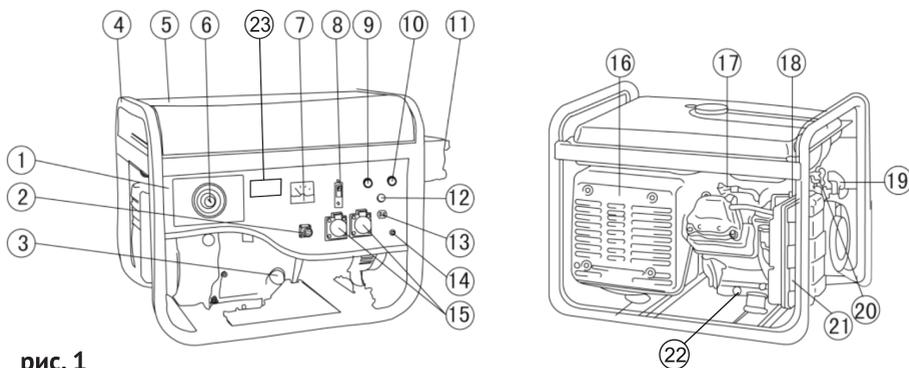

рис. 1
Общий вид генератора схематично представлен на рис. 1
**Рис. 1** (Генератор): **1.** Панель управления генератором. **2.** Разъём для подключения автоматического блока управления. **3.** Щуп - пробка заливного отверстия (масло) **4.** Рама. **5.** Бензобак **6.** Замок зажигания **7.** Вольтметр. **8.** Автоматический выключатель АС **9.** Лампа индикации постоянного тока. **10.** Лампа индикации переменного тока **11.** Аккумуляторная батарея **12.** Автоматический выключатель DC **13.** Выходная розетка постоянного тока **14.** Клемма заземления **15.**
6.2.1 Вывинтить шуп **3** (рис. 1) и залить в картер масло соответствующего типа до нижнего края горловины. Вставить сухой чистый шуп в горловину картера и вынуть его. Проверить уровень масла: граница смоченной области шупа должна располагаться между отметками минимального и максимального уровней.
6.3 Заземление корпуса генератора. При установке генератора следует подключить к резьбовой клемме **14** (рис. 1) проводник заземляющего устройства, удовлетворяющего требованиям раздела “Обеспечение требований безопасности”.
6.5.1 Отключить всех потребителей переменного тока генератора, переведя автоматический выключатель **8** (рис. 1) в отключённое положение, отсоединить потребителей постоянного тока от розетки **13** (рис. 1).
6.5.2 Открыть топливный кран **20** (рис. 1).
6.5.3 Перевести рычаг управления воздушной заслонкой **18** (рис. 1) в крайнее левое положение при пуске холодного двигателя и в промежуточное при пуске прогретого двигателя.
6.5.4 Установить ключ замка зажигания **6** (рис. 1) в положение “**выкл**”.
6.5.5 Плавно вытянуть до упора трос ручного стартера за ручку **19** (рис. 1) и вернуть в исходное положение.
6.5.6 Установить ключ замка зажигания **6** (рис. 1) в положение “**вкл**”.
6.5.8 После прогрева двигателя в течение 10-40 секунд, в зависимости от начальной температуры, переведите рычаг воздушной заслонки **18** (рис. 1) в крайне правое положение, если при этом двигатель работает неустойчиво вернуть рычаг заслонки в прежнее положение и обеспечить завершение прогрева двигателя.
б) Включите автоматический выключатель **12** (рис. 1).
с) Наличие и величина напряжения переменного тока индицируется и измеряется вольтметром **7** (рис. 1). Причиной отсутствия напряжения при работающем генераторе может служить срабатывание автоматических выключателей защиты цепей от перегрузки **8, 12** (рис. 1). В этом случае следует устранить причину перегрузки и нажать кнопку или клавишу сброса соответствующего автоматического выключателя после его остывания.
6.6.1 При работающем генераторе отключить автоматический выключатель **8** (рис. 1), отсоединить потребителей постоянного тока. Дать поработать генератору на холостом ходу 30 - 40 сек.
6.6.2 Повернуть ключ замка зажигания **6** (рис. 1) в положение "выкл".
6.6.3 Закрыть топливный кран **20** (рис. 1).
7.2.1 Вывинтите щуп-пробку 3 (рис. 1) из горловины картера (рис. 4).
7.3.1 Снять в/в провод и вывинтить свечу 17 (рис. 1) из двигателя, используя свечной ключ 21 мм.